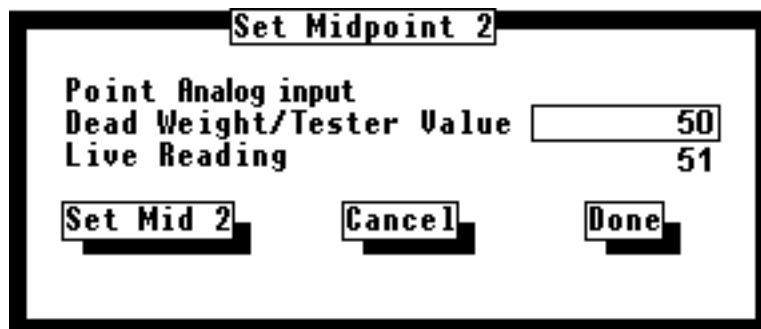

Figure 4-13. Ajuste do Ponto central 2 do AI
10. Se desejado, calibre o Ponto central 2 (como 50% de limite) da Entrada Analógica. Insira o **Valor do Verificador/ Peso Inativo** (nas unidades de engenharia) e aperte o botão **Set Mid 2**. Refira-se à Figure 4-13. Caso contrário, utilize o botão **Done** e proceda para Etapa 12.